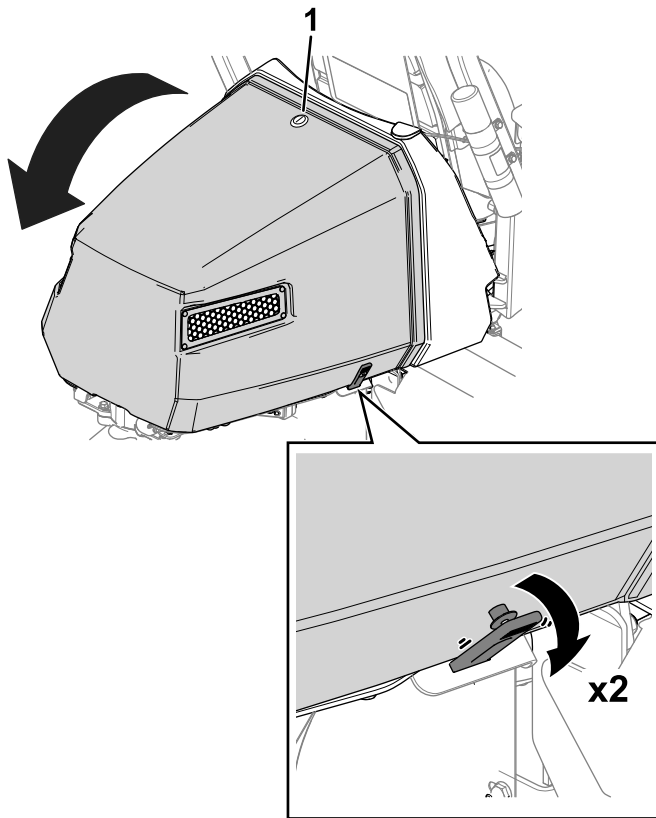

Figura 40
1. Solte o trinco do capot (Figura 40).
2. Liberte as correias de cada lado do capot (Figura 40).